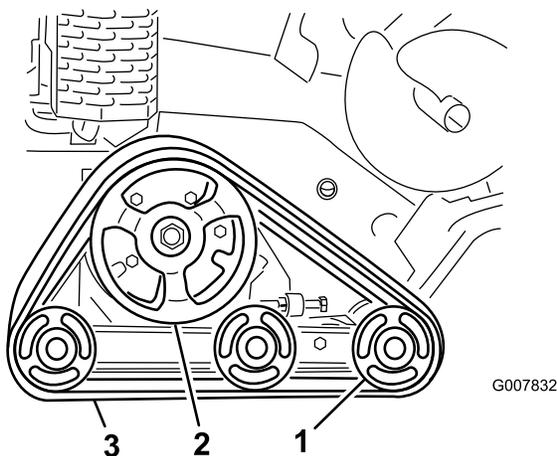

Figura 44
**Importante:** Assicuratevi di pulire a fondo le ruote non motrici e la ruota motrice (Figura 44). Quando sono pulite, le ruote non motrici devono girare liberamente.